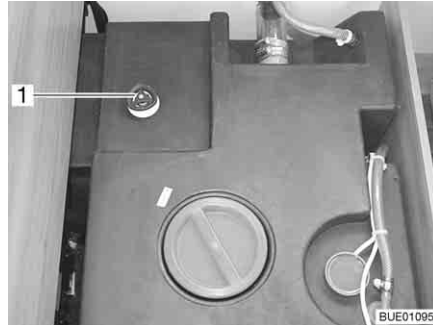

Fig. 157 Depósito de agua con tirador giratorio
- Girar el tirador giratorio (Fig. 157,1) del depósito de agua en sentido contrario a las agujas del reloj sobrepasando la resistencia, para abrir el orificio de salida completamente.